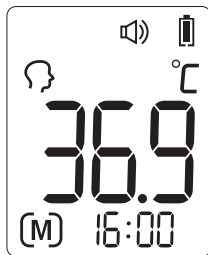

Abbildung 5
2. Das Thermometer speichert automatisch die letzten 30 Temperaturmesswerte. In jedem Speicher wird auch der Messmodus gespeichert. Jedes Mal, wenn Sie die *Einstelltaste* drücken, werden auf dem Display die vergangenen 1 - 30 Messwerte eingeblendet. 1 steht für den jüngsten Messwert, während 30 den ältesten gespeicherten Messwert anzeigt (siehe Abbildung 5).